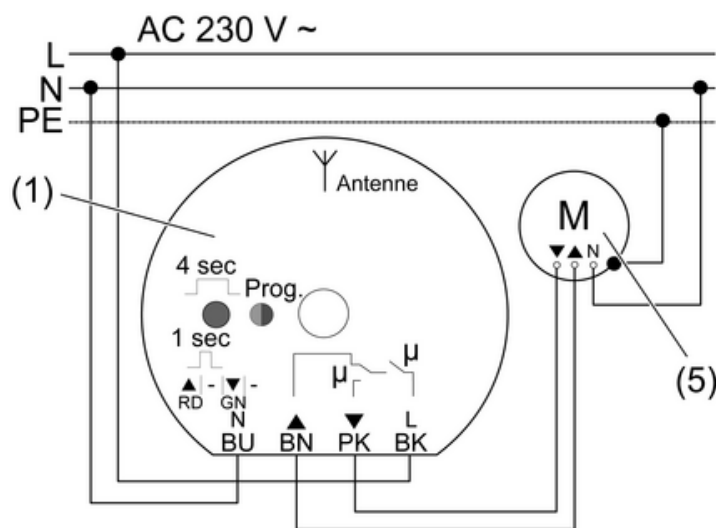

Figure 3
- Raccorder l'actionneur de store (1) conformément au plan de raccordement (figure 3) avec les bornes de raccordement (voir Utilisation des bornes de raccordement) et le relier au moteur de store ou de volets roulants (5).